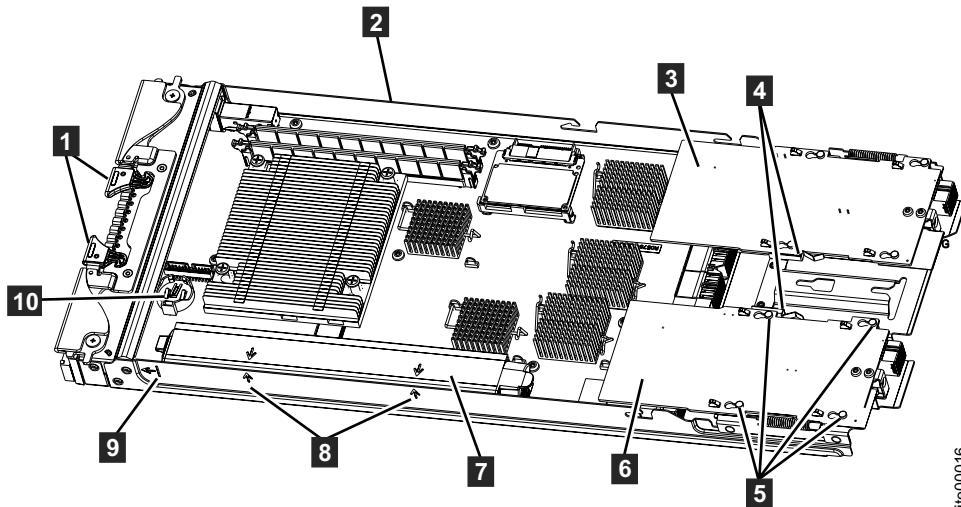

Figura 29. Local da Bateria CMOS
7. Remova a bateria CMOS com defeito. O Figura 29 na página 50 mostra o local da bateria CMOS **10**.